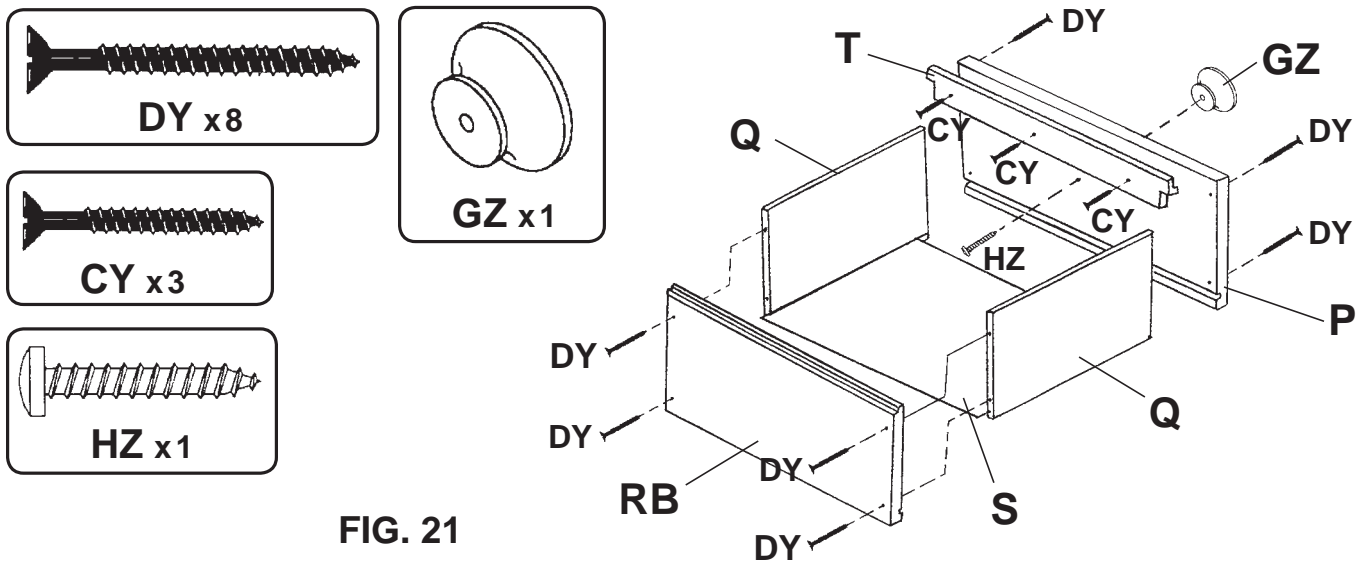

FIG. 21
21) Attach Drawer Sides (Q) to Drawer Front (P) with four #8 x 1⁵/₈" Black Screws (DY) through the pre-drilled holes. Be sure that the grooves for the drawer bottom face each other. Slide the Drawer Bottom (S) into the grooves in the drawer sides and drawer front. Place groove in Drawer End (RB) over protruding drawer bottom and attach drawer end to drawer sides with four #8 x 1⁵/₈" Black Screws (DY) through the pre-drilled holes. See FIGURE 21.
21. Fixez les coulisses de tiroir (Q) à l'avant du tiroir (P) au moyen de quatre vis noires no. 8x1⁵/₈ po (DY) que vous introduisez dans les trous préforés. Assurez-vous que les rainures prévues pour le fond du tiroir sont en face l'une de l'autre. Faites glisser le fond du tiroir (S) dans les rainures des côtés et de l'avant du tiroir. Placez la rainure de l'extrémité du tiroir (RB) sur le fond du tiroir qui ressort et fixez l'extrémité du tiroir aux côtés du tiroir au moyen de quatre vis noires no. 8x1⁵/₈ po (DY) que vous introduisez dans les trous préforés. Voir la FIGURE 21.